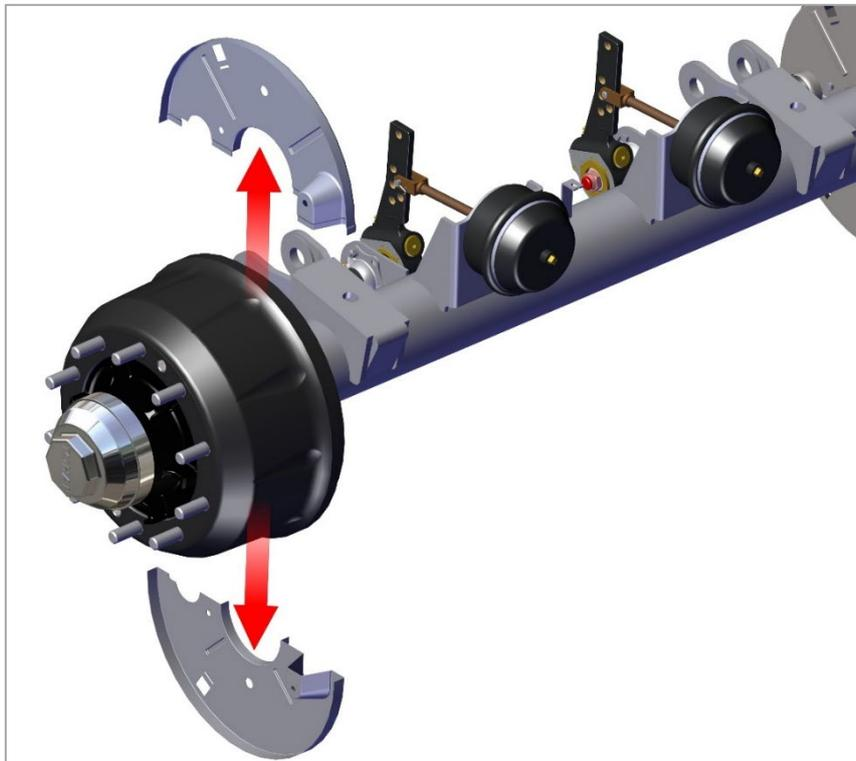

Рис. 12. Снятие грязезащитных щитков
1) Снимите грязезащитные щитки тормозного барабана, как показано на рис. 12